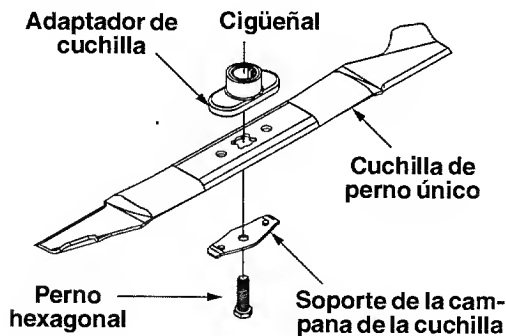

Figura 12
- Extraiga el perno y el soporte de la campana de la cuchilla que sujeta la cuchilla y el adaptador al cigüeñal del motor. Vea la Figura 12.
- Instale el adaptador de la cuchilla en el cigüeñal con la "estrella" alejada del motor. Vea la Figura 12.
- Coloque la cuchilla y el soporte de la campana en el adaptador asegurándose de alinear las aletas en los orificios de la cuchilla con el orificio en el soporte de la campana. Vea la Figura 12.
- Inserte el perno hexagonal a través del conjunto de la cuchilla. La Figura 12 muestra el orden correcto de ensamblado.